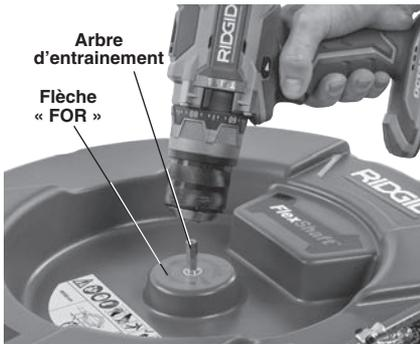

Figure 4 – Montage de la perceuse sur l'arbre d'entraînement
7. Retirez le bloc-piles de la perceuse (reportez-vous à la section *Caractéristiques techniques*). Engagez son mandrin à fond sur l'arbre d'entraînement 6-pans du dégraisseur (Figure 4). Réglez la perceuse au couple maximal. Réglez la vitesse de rotation de la perceuse à entre 1800 et 2500 t/min, puis mettez le sélecteur directionnel du dégraisseur à la position « FOR » (marche avant) indiqué sur le tambour.
5. Vérifiez que le commutateur directionnel de la perceuse est en marche avant, puis appuyez momentanément sur la gâchette de la perceuse pour vérifier le sens de rotation de son mandrin. Le sens de rotation de la perceuse devrait correspondre à la flèche « FOR » du tambour (Figure 4). N'utilisez la marche arrière que dans les cas précis indiqués plus loin. La rotation en marche arrière risque d'endom-